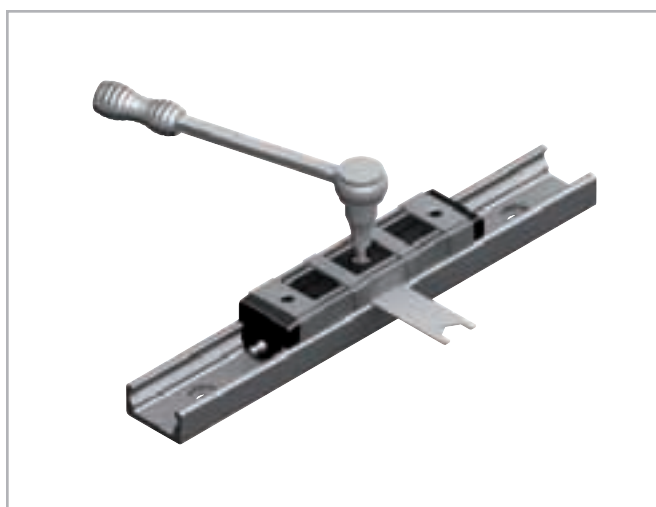

Fig. 98
(7) Mentre si tiene il perno volvente in posizione corretta con la chiave di regolazione, avvitare accuratamente la vite di fissaggio. L'esatta coppia di serraggio sarà verificata in seguito (vedere fig. 98 e tab. 42).
(8) Muovere il cursore nella guida e controllare il precarico su tutta la lunghezza della guida. Il movimento deve essere scorrevole, il cursore non deve avere gioco in nessun punto della guida.
(9) Per i cursori con più di 3 perni volventi, ripetere questa procedura per ogni perno volvente da regolare. Accertarsi che tutti i cuscinetti abbiano un contatto uniforme con le piste di rotolamento.
(10) Serrare quindi le viti di fissaggio alla coppa di serraggio prescritta riportata in tabella, mantenendo nel contempo la posizione angolare del perno con la chiave piana. Una filettatura speciale nei perni volventi mantiene fissa questa posizione, una volta regolata.
(11) Montare i tergipista dei cursori CSW e CDW e provvedere alla corretta lubrificazione delle piste.